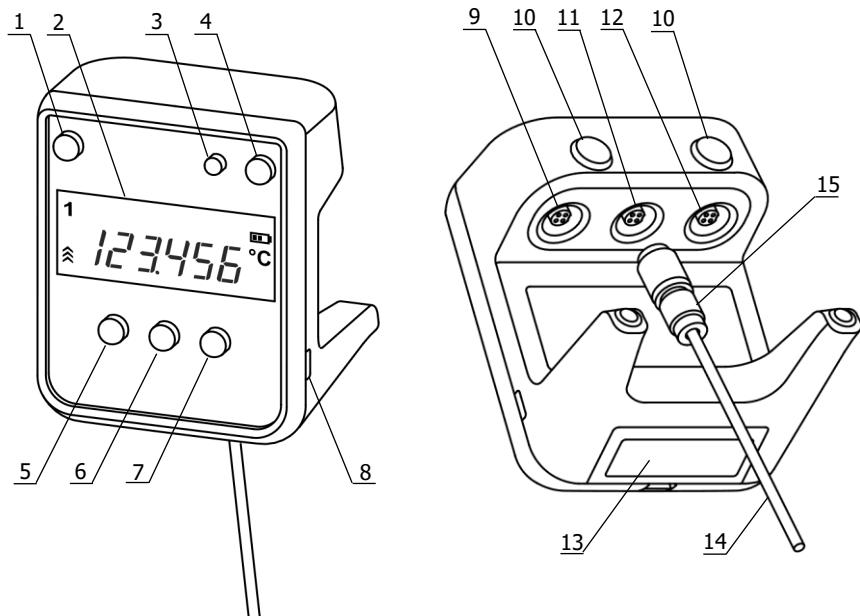
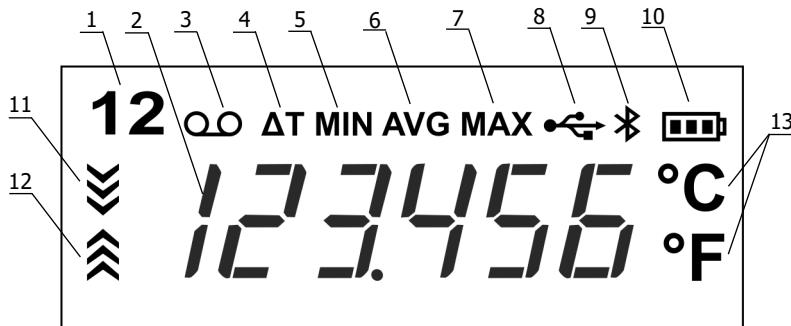

Рисунок 1 — Внешний вид термометра
Рисунок 2 — Дисплей термометра
2.2.2 При подключении датчика температуры с разъемным соединением к электронному блоку, следует совместить ключи на разъеме датчика 15 (рисунок 1) и ответной части разъемного соединения 11.
2.2.3 Включить питание термометра кнопкой 4 (рисунок 1). Прибор не требует предварительного прогрева и сразу же готов к работе.
2.3.2 В случае двухканального исполнения электронного блока переключение каналов выполняется нажатием кнопки 1 (рисунок 1). При этом загорается соответствующий индикатор канала 1 (рисунок 2).
2.3.3 Для оценки направления и скорости изменения температуры служат индикаторы 11 и 12 (рисунок 2), которые загораются при уменьшении или увеличении измеряемой температуры соответственно. Чем быстрее изменяется температура, тем большее количество "шевронов" загорается в соответствующем индикаторе.
2.4.2 Состояние элементов питания отображается на дисплее индикатором 10 (рисунок 2). Чем меньше "полосок" содержит символ батареи, тем сильнее разряжены элементы питания. Признаком необходимости замены элементов питания является индикатор без "полосок".
2.4.3 Для замены элементов питания открыть крышку батарейного отсека 13 (рисунок 1), извлечь старые элементы и установить новые, соблюдая полярность.
2.5.2 Для запуска/остановки записи результатов измерений в память, нажать кнопку 7 (рисунок 1). Индикатор 3 (рисунок 2) виден, когда запись результатов включена. Запись выполняется циклически.
2.6.1 При выполнении измерений термометр, начиная с момента включения, непрерывно отслеживает значения минимальной, средней и максимальной температуры датчика для каждого измерительного канала. Многократное нажатие кнопки 6 (рисунок 1) последовательно выводит на дисплей значения этих температур вместе с соответствующим индикатором 5–7 (рисунок 2).
2.6.2 Для двухканального исполнения электронного блока дополнительно имеется функция определения разности температур, измеренных датчиками первого и второго каналов. Результат работы этой функции можно вывести на дисплей нажатиями кнопки 6 (рисунок 1) до появления индикатора 4 (рисунок 2).
2.7.2 Для переключения между единицами измерений температуры нажать кнопку 5 (рисунок 1) и, удерживая ее, нажать кнопку 6.
2.8.2 Для циклического изменения количества знаков после запятой нажать кнопку 5 (рисунок 1) и, удерживая ее, нажать кнопку 7.
2.9.2 Переход в режим секундомера и обратно выполняется нажатием кнопки 1 (рисунок 1).
- включить термометр, при этом должен появиться индикатор 8 (рисунок 2);
2.11.2 Включение/выключение модуля осуществляется нажатием кнопки 3 (рисунок 1). Когда модуль включен, виден индикатор 9 (рисунок 2).